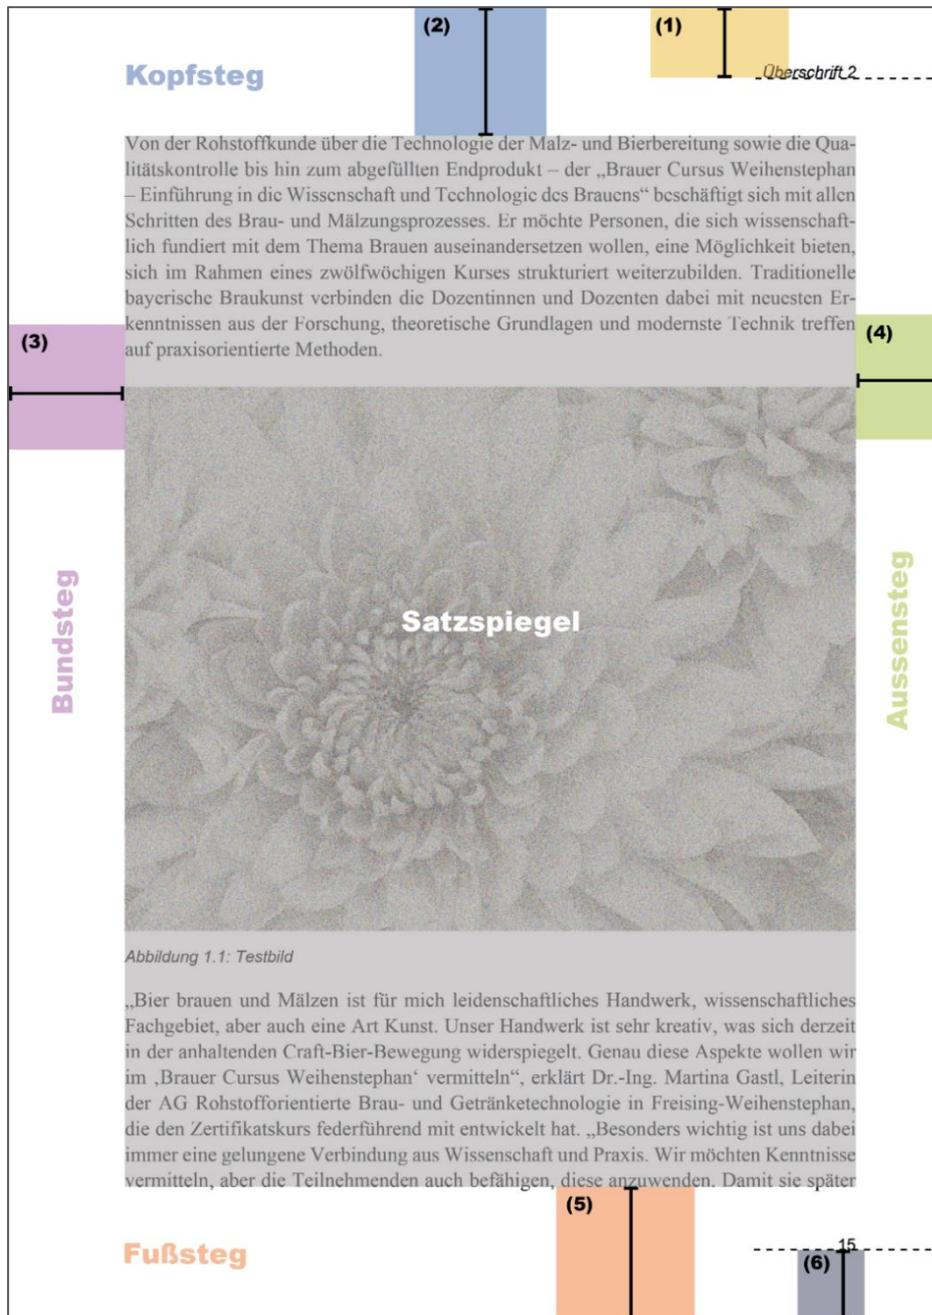
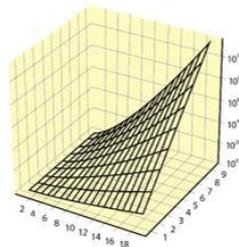

Abbildung 2.4: Satzspiegel
Abbildung 2.3: Beispielabbildung 5, freistehende Figur.
**!** Linien, die dünner sind als hier angegeben, können ggf. zu einem unsauberem Druckergebnis führen, oder sogar überhaupt nicht dargestellt werden. **Eine Reklamation ist in diesem Fall ausgeschlossen.** Vgl. Abbildung 2.3, Abbildung 2.4